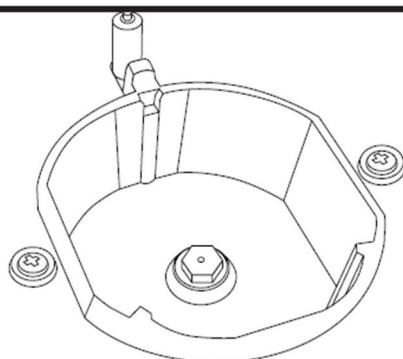

Рис. 2
4. Переверните прибор в нормальное положение, выровняйте по вырезу столешницы и установите прибор (рис.2) .
2. Снимите конфорку вместе с крышкой, вы увидите жиклер (Рис. 2).